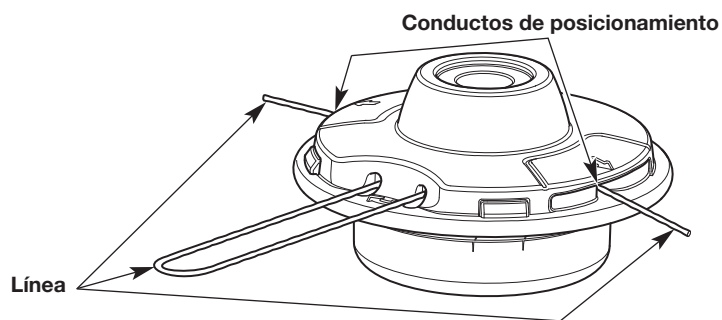

Fig. 10
3. Inserte los extremos del hilo a través de los orificios que están al costado del cabezal de corte (Fig. 7). Empuje la línea a través de los orificios hasta que ambos extremos salgan de los túneles de colocación (Fig. 10).